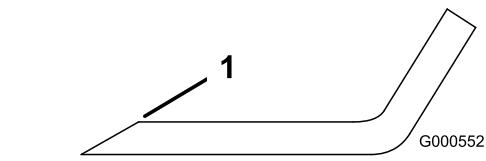
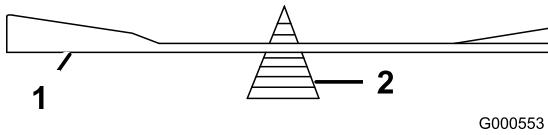

Figura 49
Figura 50
2. Verifique el equilibrio de la cuchilla colocándola sobre un equilibrador de cuchillas (Figura 50). Si la cuchilla se mantiene horizontal, está equilibrada y puede utilizarse. Si la cuchilla no está equilibrada, rebaje algo el metal en la parte de la vela solamente (Figura 49). Repita este procedimiento hasta que la cuchilla esté equilibrada.